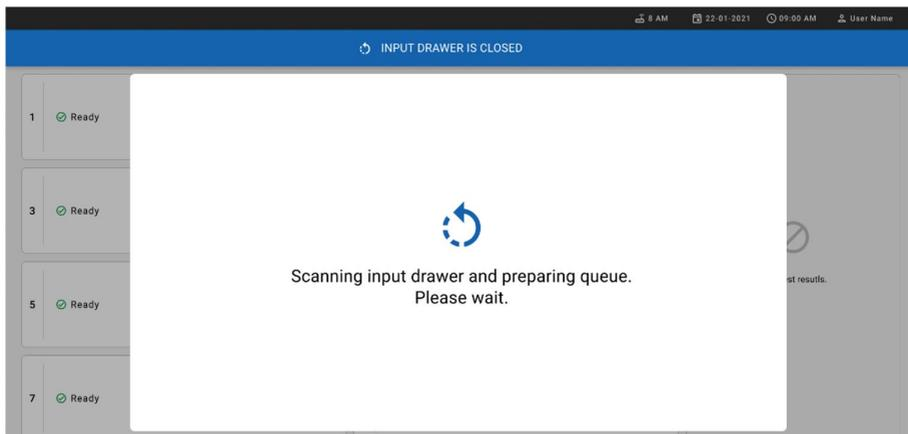

Figura 27. Schermata Preparing queue (Preparazione della coda).
13. Una volta che tutte le cartucce sono state scansionate e inserite, chiudere il cassetto di inserimento. Il sistema esegue la scansione delle cartucce e crea una coda (Figura 27).